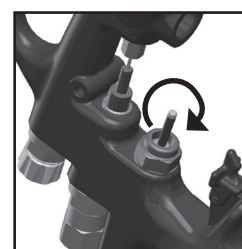

Fig. 36
11. Serrer la soupape d'air manuellement en premier, puis terminer avec une clé de 14 mm. Serrer entre 18 et 22 pi-lb. (Voir fig. 36)